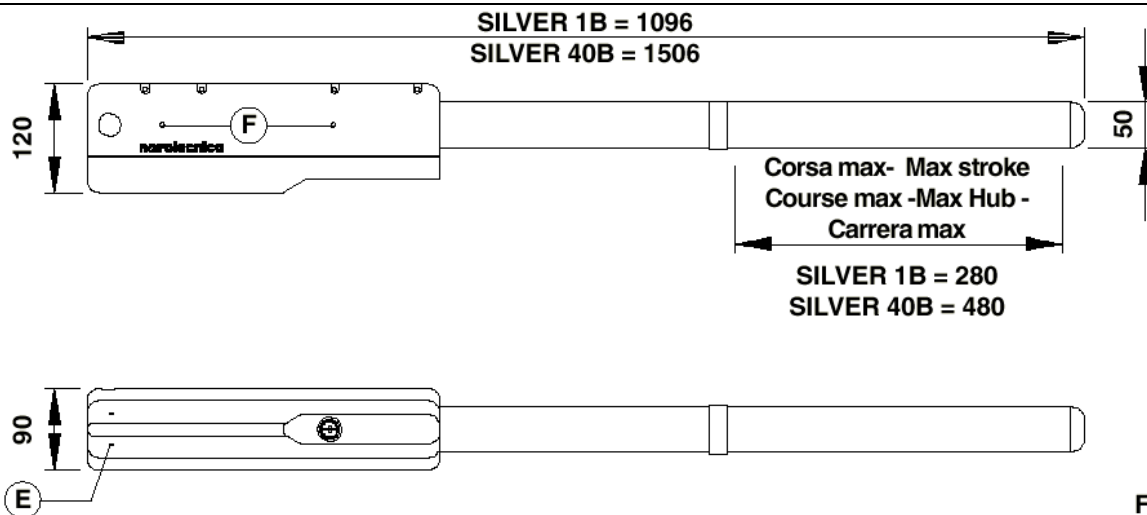

Fig. 3
- Plaats en bevestig het schacht deksel (13) op de aandrijfschacht aan de hand van de bijgeleverde schroeven. Het is aanbevolen vooraf de binnenkant van het schachtdeksel van een dunne laag vet te voorzien.
- Plaats de sluitring met schroef (14) en de kap (u kan best de kap met siliconen vastmaken op de schacht).
- Dicht de twee bovenste gaten (F) van de halve behuizing af met behulp van de twee bijgeleverde plugs, of met siliconen gel (zie fig.3). **Opgelet : zorg ervoor dat de twee onderste gaten in de andere halve behuizing niet verstopt zijn, zodat het water niet zou kunnen weglopen.**
Boor een gat in deksel (9) volgens aanduiding (E) (naar onder gericht) om de kabel door te voeren (fig.3). **Opgelet** : leg de kabel vast met behulp van een kabelklem (niet meegeleverd).